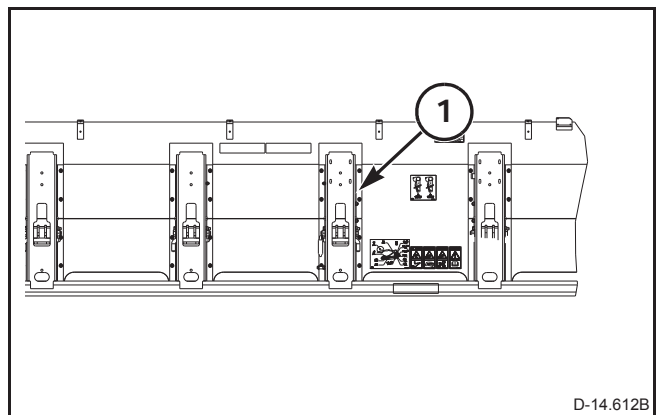

FIG. 1
FIG. 1: Cada máquina se identifica con un número de serie y del modelo, en la placa del número de serie (1). La placa del número de serie en la plataforma está ubicada en el lado izquierdo de la interfaz de la cosechadora.